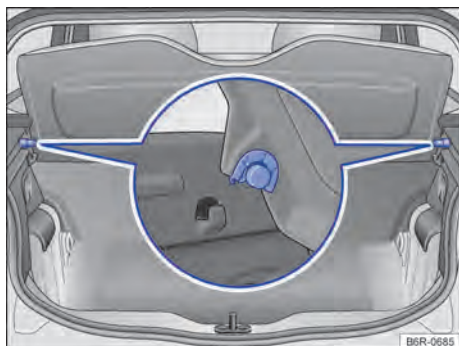

Fig. 94 No compartimento de bagagem: remover e instalar a cobertura do compartimento de bagagem.
- Retirar a cobertura do compartimento de bagagem dos suportes laterais por cima → Fig. 94.
- Pressionar a cobertura do compartimento de bagagem nos suportes laterais para baixo → Fig. 94.